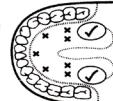

Figura 2
a) **Usa en boca:** Coloque el termómetro debajo de la lengua en la posición marcada "✓" en la Figura 2.